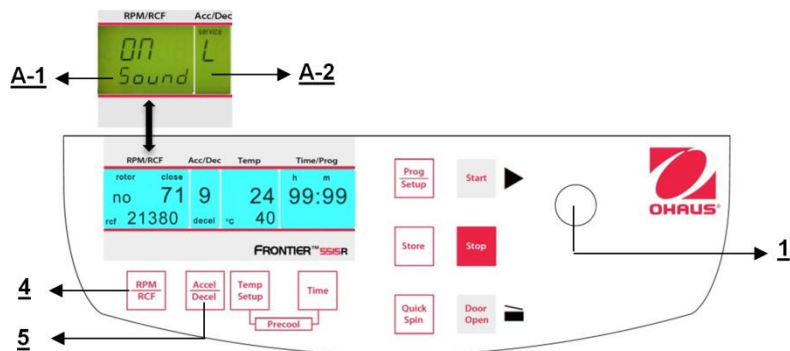

Figure. 33
Sélectionner maintenant la lettre "**U**" avec le bouton de réglage (1). Ceci entraîne l'apparition des mots "**Vol=0-9/Sound**" sur l'affichage "**RPM | RCF**" (A-1). Après avoir appuyé sur la touche "**RPM | RCF**" (4), l'utilisateur peut régler le volume désiré entre 0 (faible) et 9 (fort) avec le bouton de réglage (1) (voir la figure 33).